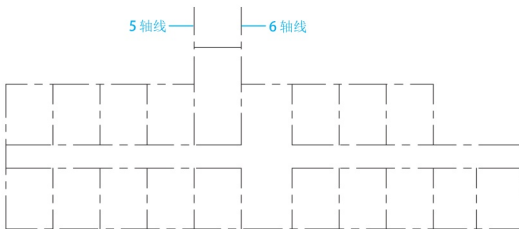

图 2.34 修剪后的图形
(4) 重复执行【修剪】命令, 将图形修剪成如图 2.34 所示的状态。